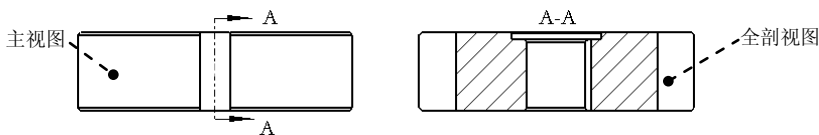

图 3.8.11 全剖视图
全剖视图属于 2D 截面视图，在创建全剖视图时需要用到截面。全剖视图如图 3.8.11 所示，操作过程如下。
Step2. 选取图 3.8.11 所示的主视图并右击，从系统弹出的快捷菜单中选择 投影视图(P) 命令。
(1) 选取图 3.8.11 所示的全剖视图，然后右击，从图 3.8.13 所示的快捷菜单中选择 添加箭头 命令。